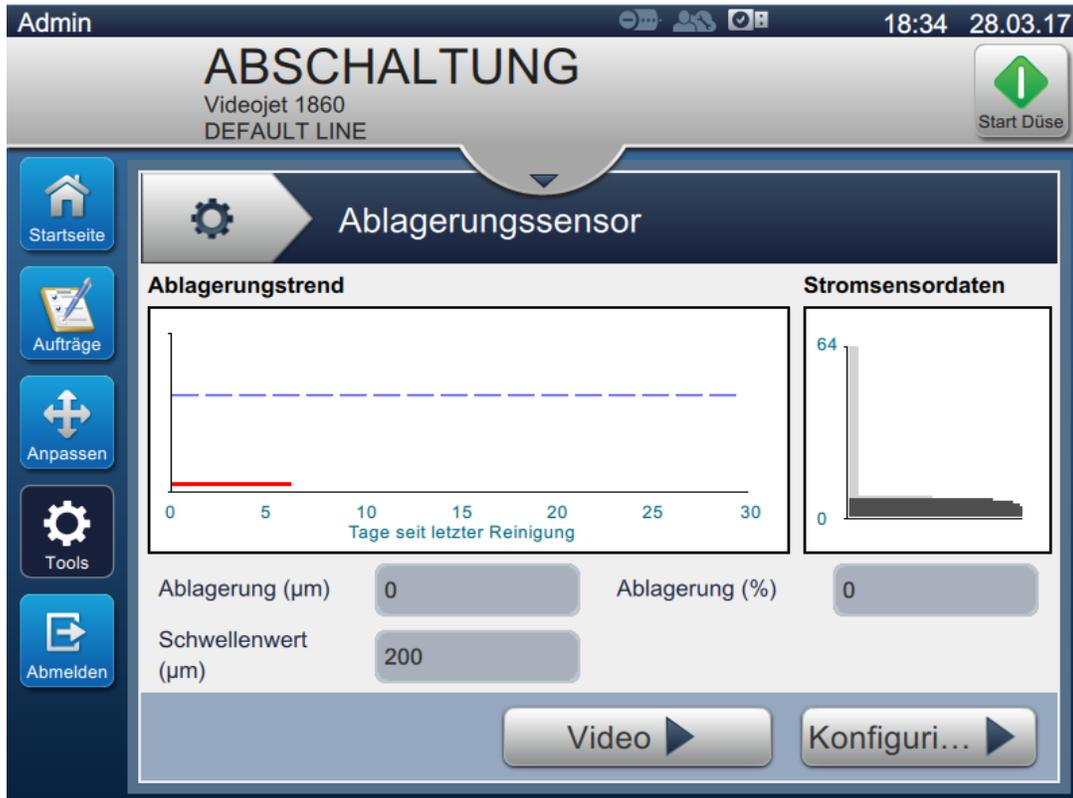

Abbildung 6-25: Sensor für Tintenablagerungen
1. Berühren Sie die Schaltfläche auf dem Bildschirm „Werkzeuge“. Der Bildschirm „Sensor für Tintenablagerungen“ erscheint, wie dargestellt in Abbildung 6-25.